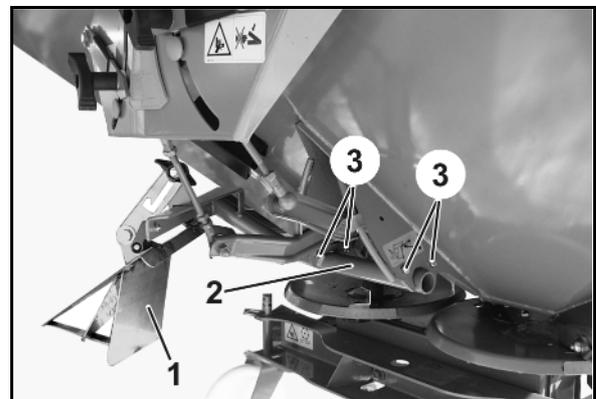

Fig. 42
1. Enlevez le bouchon en plastique (Fig. 42/1)